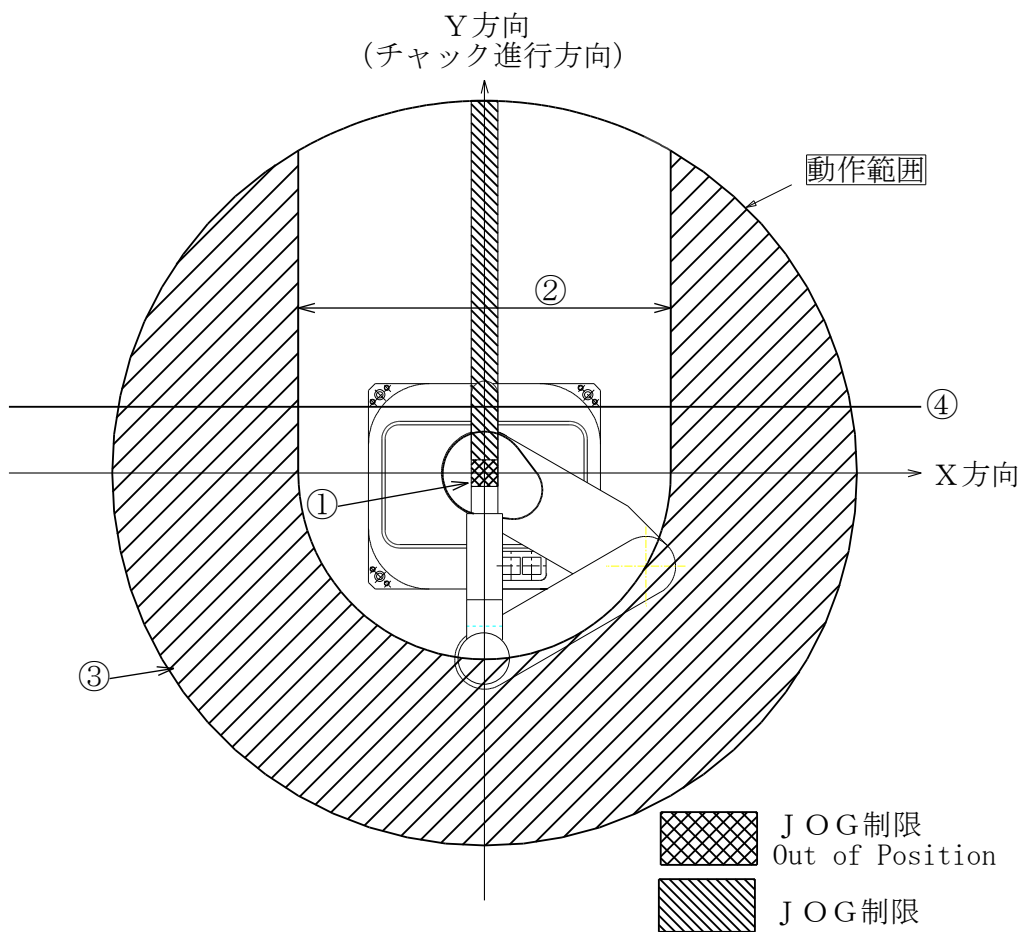
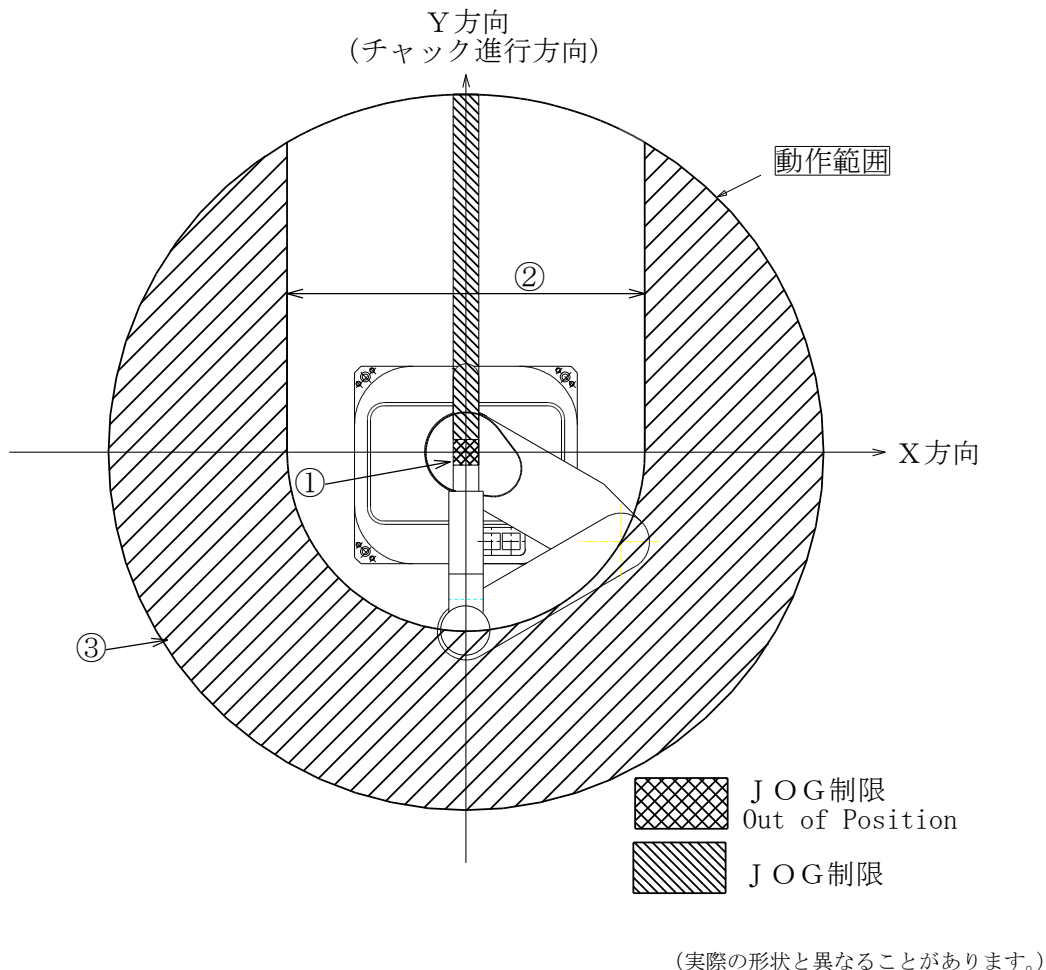

図 11 : 制限図 1
図 12：制限図 2
- (1) コマンドPM、ティーチングBOXの[START]キーは、移動元と移動先の位置が図 11の範囲の中にあった場合にスピードを制限または動作禁止します。また、ロボットが右手系の状態では動作を禁止します。
- ①動作禁止 : X・Y軸交点（旋回中心）からX軸±20mm・Y軸±20mmの範囲内、または、X軸オフセットリミット以上の範囲（図 11格子部）からの動作については動作禁止とします。
- ②制限 : リンク長以下（X軸・Y軸座標が②の範囲内）の場合、内部の減速マップにより速度制限致します。
- ③制限無 : リンク長以上（X軸・Y軸座標が③の範囲）の場合、減速制限は解除されます。
- ④動作禁止 : Y方向が100mmより上側。
- (2) コマンド CPM1、ティーチング BOX の[SHIFT]+[START]キーは、移動元と移動先の位置が図 12 の範囲の中にあった場合にスピードを制限または動作禁止します。